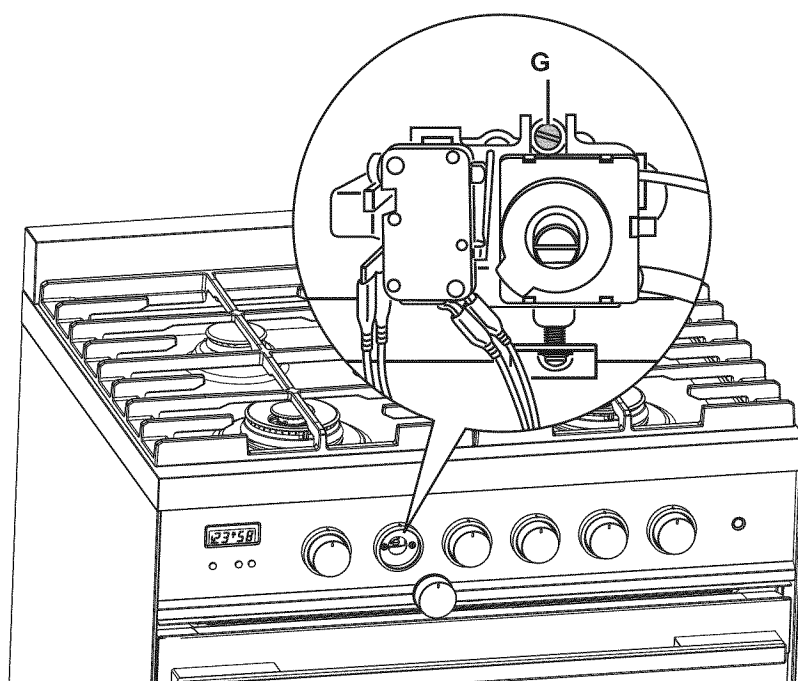

Fig. 2.18
- Enlevez le bouton et dévissez la vis de dérivation "G" (fig. 2.18) environ trois fois en passant un petit tournevis plat (lame de Ø 3 mm, longueur de 100 mm) à travers l'ouverture du panneau.
- Après avoir enlevé à nouveau le bouton et en faisant attention de ne pas tourner la tige du robinet, vissez lentement les vis de dérivation "G" (fig. 2.18) jusqu'à l'obtention d'une flamme d'une hauteur de 3 à 4 mm. Les flammes ne devraient pas s'éteindre même lors du passage brusque des flammes maximales aux flammes minimales.